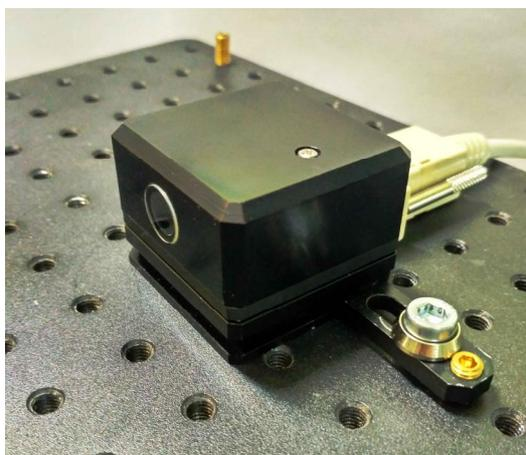

Рис.1. Оптическая головка.
В состав оптической головки (Рис. 1а) входят:
Корпус лазера (поз.1) служит в качестве каркаса для всех оптических и механических компонентов ECDL. Хладопровод лазерного диода (LD) крепится к корпусу теплопроводящим клеем через элемент Пельтье, чем обеспечивается электрическая изоляция лазерного диода от корпуса. Крышка ECDL имеет уплотняющую резиновую прокладку в своем основании и вклеенное выходное окошко для защиты оптического резонатора от пыли, тепловых и акустических возмущений (Рис.1б справа).
В отличие от юстировки коллимирующего объектива небольшая подстройка лазерного луча в вертикальной плоскости возможна и после демонтажа оптической головки со сборочного стенда. Горизонтальная ось (горизонтальный вал) дифракционной решетки установлена в цанговом зажиме. Цанговый зажим фиксируется или отпускается, когда вертикальный винт (поз.5) закручивается или выкручивается соответственно. Слегка асимметричный захват цанги приводит к проворачиванию горизонтального вала при закручивании винта 5 (Рис.1а). Закручивание фиксирующего винта приводит к смещению лазерного луча вверх, выкручивание смещает луч вниз. **Не следует вращать фиксирующий винт более чем на четверть оборота!** В противном случае он может быть поврежден, или горизонтальный вал будет полностью ослаблен.
3) Если движение рычага вниз (т.е. лазерный луч, отраженный от дифракционной решетки движется вверх) приводит к уменьшению порогового тока, то следует вращать фиксирующий винт (Рис.1а, поз.5) по часовой стрелке. В противоположном случае фиксирующий винт следует слегка ослабить. Для вращения фиксирующего винта используется усиленный шестигранный (имбусовый) ключ 1.5 из ремкомплекта. Как правило, вращения на несколько градусов достаточно для восстановления режимов работы ECDL-3710R.
4) После достижения минимума порога генерации установить, если требуется, необходимую длину волны горизонтальным юстировочным винтом (Рис.1а, поз.6), доступ к которому возможен и при закрытой крышке оптической головки. Для вращения горизонтального юстировочного винта используется стандартный шестигранный ключ 1.5 из ремкомплекта.